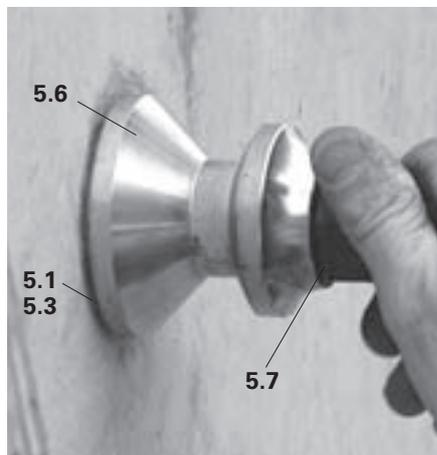

Fig. B1.17
3. Colocar o anilha M24 (5.6) no copo do Cone M24/DW20 ou Cone-2 M24/DW15 (5.1/5.3) e fixar usando o parafuso M24 x 120 ISO 4014-10.9 (5.7). (Fig. B1.17).